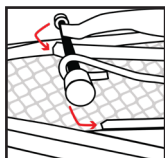
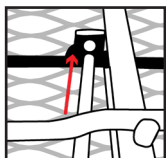

Figure 1
Figure 2
2. Soulever légèrement le Pied 1 et positionner les cylindres blancs du Pied 2 dans les rails (Figure 1) puis faire glisser doucement la tige métallique à travers le trou du bras de levier (Figure 2).
3. Une fois la tige introduite dans le trou, aligner les trous en relief des pieds de la planche à repasser et enfoncer le boulon à travers les deux pieds (Figure 2) - les pieds peuvent être déplacés latéralement pour faciliter l'alignement.